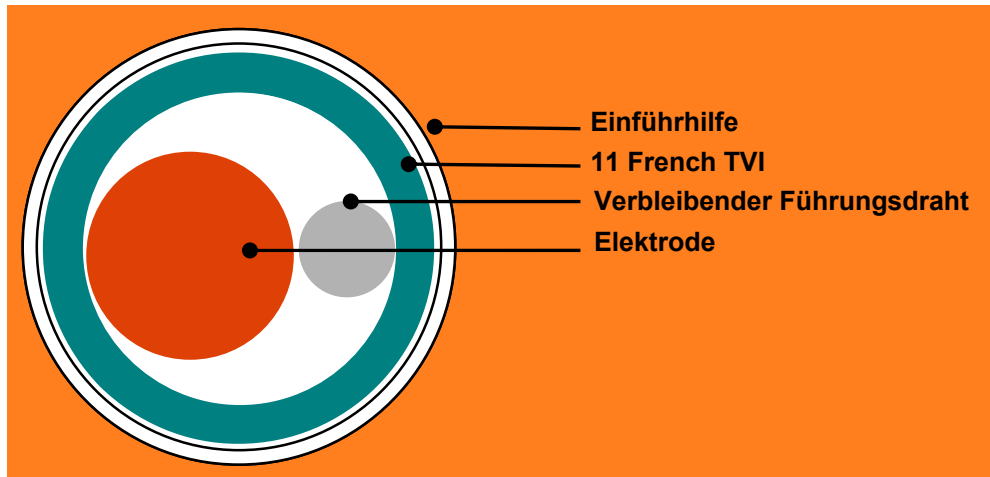

Abb. 5. Querschnitt durch Einführhilfe, 11 French TVI und Elektrode mit verbleibendem Führungsdraht
- Das TVI in 11 Fr ist notwendig, weil sowohl die Elektrode als auch der Führungsdraht hineinpassen müssen (Abb. 5).